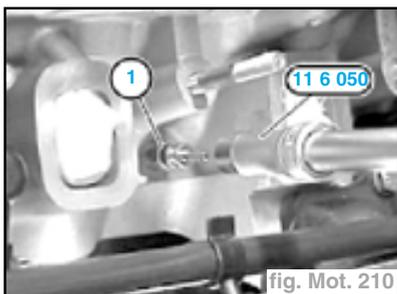

fig. Mot. 210
- Déposer les bougies à l'aide de l'outil 11 6 050 (fig. Mot. 210).